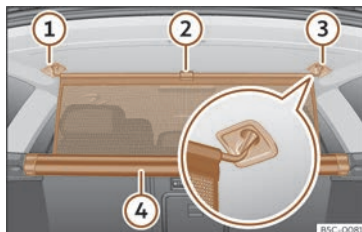

Fig. 191 În portbagaj: fixarea plasei de separare.
- Trageți mânerul >>> fig. 191 ② pentru a scoate plasa din casetă ④.
- Fixați plasa de separare în partea dreaptă sau stângă ③ (imaginea mărită).
- Agățați plasa de separare în locul de pe partea opusă ①, trăgând de tijă.